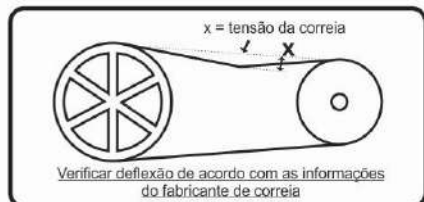

FIGURA 4
4.9 Verifique periodicamente o alinhamento entre o volante e a polia, o tensionamento da correia e o sentido de rotação. Figura 4 e Figura 5